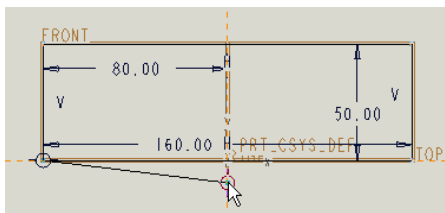
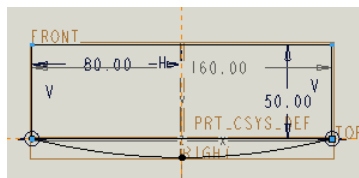

图 1-7 确定曲线中点
图 1-8 绘制的曲线
(8) 单击草绘工具栏中的“创建曲线”按钮，然后单击矩形的一个顶点确定曲线的起点，接着在图 1-7 中鼠标光标所指的位置单击鼠标左键确定曲线中点，再单击矩形的另一个顶点确定曲线终点，最后双击鼠标滑轮确定当前绘制（见图 1-8）。